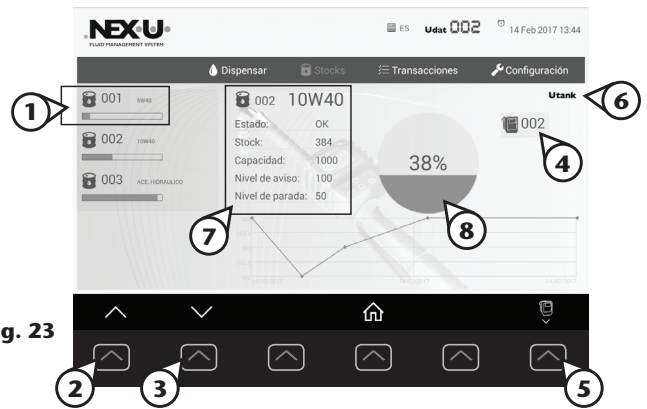

Fig. 23
En este menú (**Fig. 23**) se recoge el listado de depósitos con su identificador y producto asociados (1). Para navegar por el listado de depósitos disponibles emplee las teclas (2) y (3). Para cada depósito se muestran las unidades U-valve asociadas (4), cuando el listado de U-valve no coge por pantalla navegue mediante el botón (5).